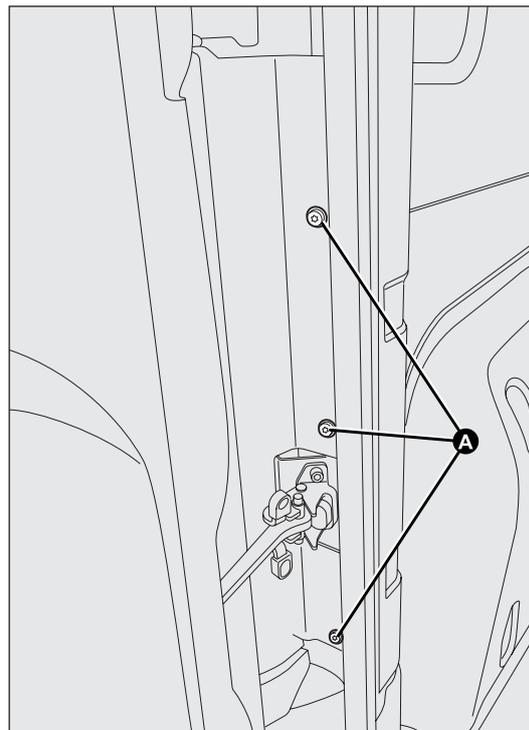

fig. 156
- svitare le viti di fissaggio A-fig. 156;